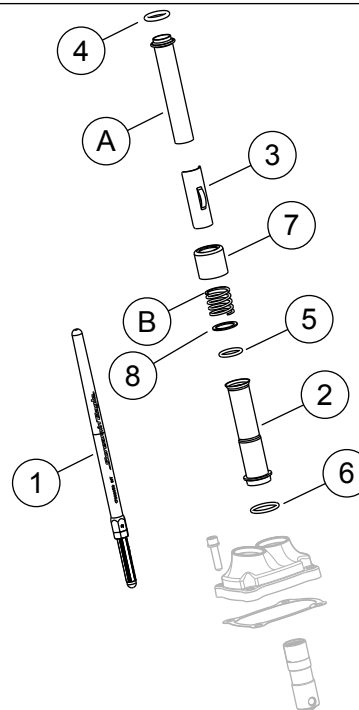

Figura 5. Componente de service
Consultați Figura 5 și Tabelul 1.
5. Consultați Figura 3 și Figura 5. Montați tacheții de admisie în capacele tacheților. Înlocuiți inelele de etanșare, capacele inferioare ai tacheților și dispozitivele de fixare a capacele arcurilor cu noile componente furnizate în kit. Capetele reglabile ale tacheților trebuie să fie coborâte.